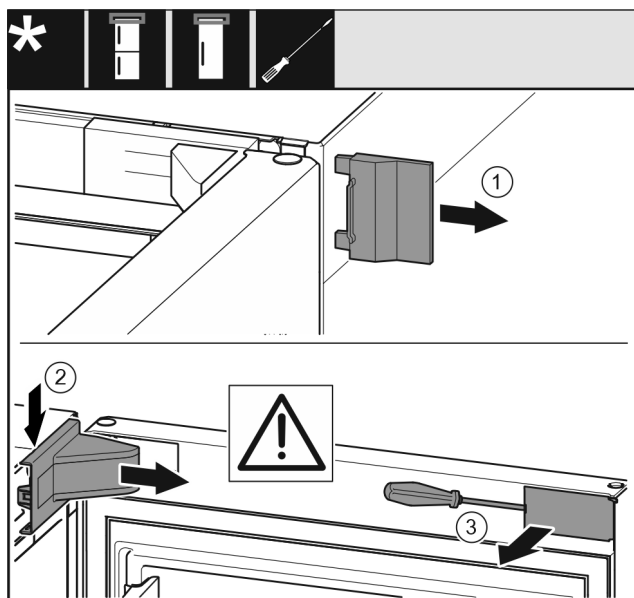

Fig. 8
- ▶ Võtke välimine kate ära. Fig. 8 (1)
- ▶ Haakige lahti ja vabastage laagripuki kate. Võtke laagripuki kate maha. Fig. 8 (2)
- ▶ Haakige ilukate lapikkruvikeerajaga lahti ja keerake küljele. Fig. 8 (3)